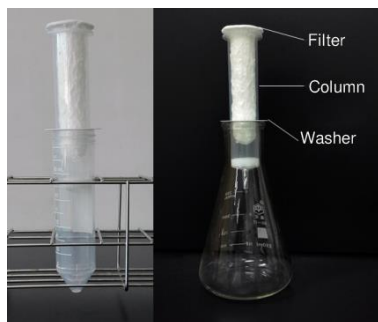

图 1 Column 组装示意图
7. 将试剂盒中的 MidiEF DNA Column 和 Plastic Washer 组装好，置于锥形瓶或 50 ml 离心管上，如图 1 所示。